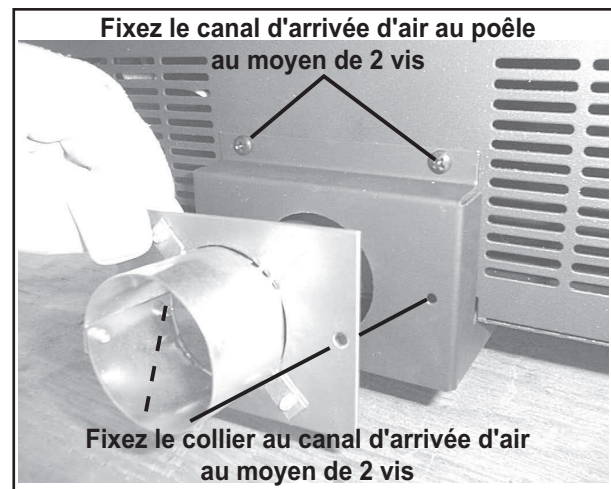

Figure 9.3
- Fixez le canal d'arrivée d'air à l'appareil au moyen des 2 vis et fixez l'ensemble du collier à au canal d'arrivée d'air au moyen des 2 vis. **Figure 9.3.**